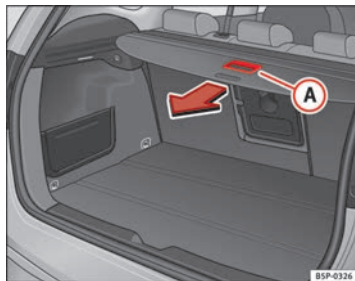

Fig. 125 Actionnement de la plage arrière
- Tirez sur le tirant **A** de la plage arrière jusqu'à ce qu'un « clic » se fasse entendre → fig. 125.